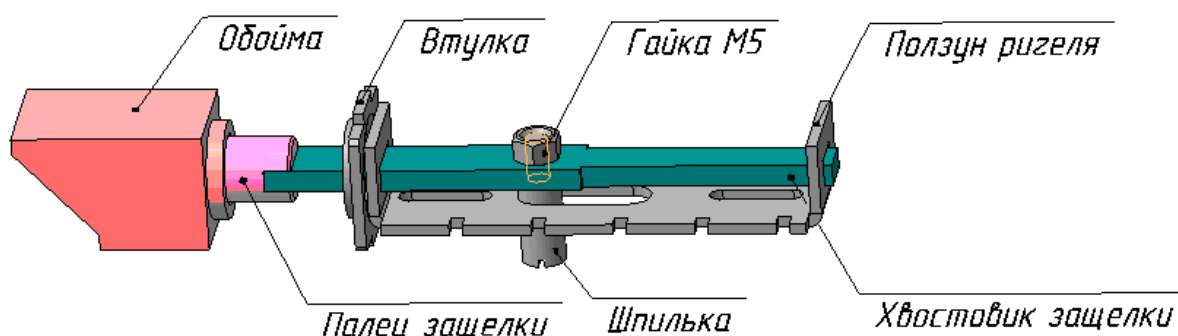

Рис. 5.
7. Теперь начинаем разбирать сам ригель. Отмечаем – какое положение относительно ползуна ригеля имеет скос пальца защелки. Отворачиваем накидным ключом застопоренную гайку М5. Шлицевой отверткой выворачиваем шпильку. Вынимаем палец защелки с обоймой, втулкой и пружинами (3 шт. - на рис. не показаны) из пазов ползуна (рис. 5).